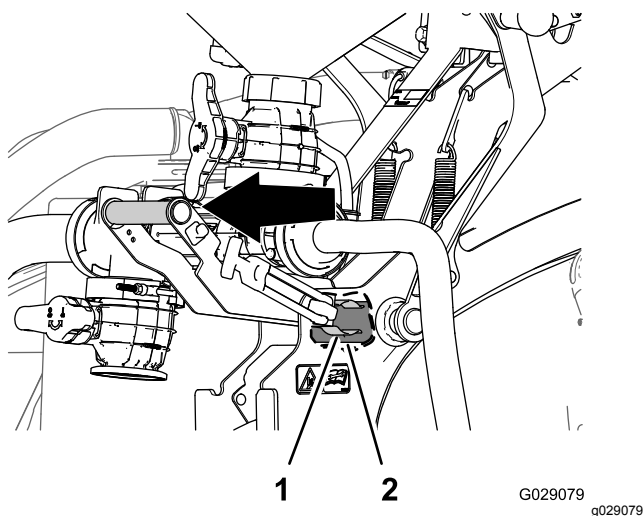
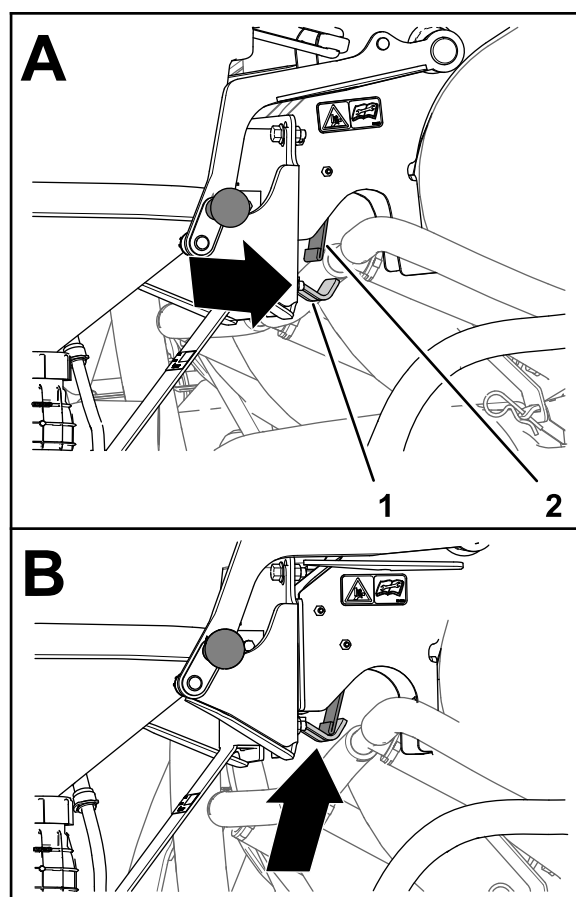

Figure 37
Figure 40
2. Saisissez la poignée du mélangeur au sommet du berceau en plus de la poignée du mélangeur, et tirez dessus jusqu'à ce que le clip élastique se dégage du tube de pivot (Figure 35 et Figure 37).
5. Lorsque le verrou de la plaque d'appui se trouve sous la plaque élastique (A de Figure 40), tournez la poignée de mélangeur vers l'intérieur pour que la partie en crochet du verrou soit en face de la plaque élastique (B de Figure 40).
1. Saisissez une poignée au sommet du berceau en plus de la poignée du mélangeur et tirez la poignée du mélangeur vers l'extérieur jusqu'à ce que la partie en crochet du verrou soit alignée à l'extérieur de la plaque élastique (Figure 37 et Figure 40).
4. Poussez la poignée du mélangeur de sorte à élever le crochet jusqu'à la tige de verrouillage et à engager complètement le clip élastique autour du tube de pivot (Figure 37).